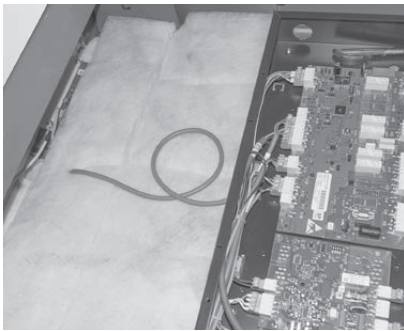

Fig. 74 Posare il cavo dell'interruttore di sicurezza porta e collegarlo a X15
► Posare il cavo dell'interruttore di sicurezza porta nel quadro di comando e collegarlo a X15 – Fig. 74.